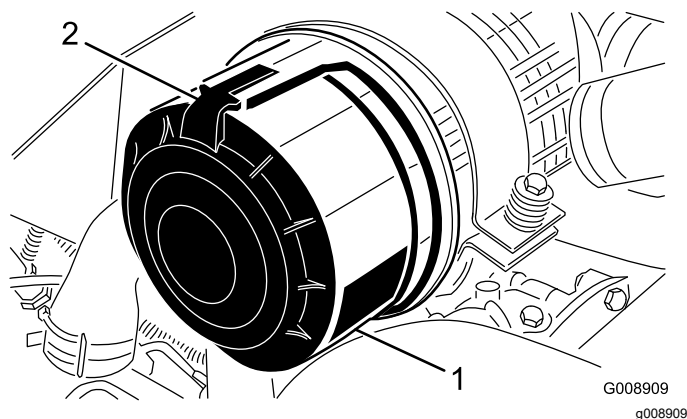

Figure 90
1. Desserrez les fixations qui maintiennent le couvercle sur le boîtier du filtre à air (Figure 90).